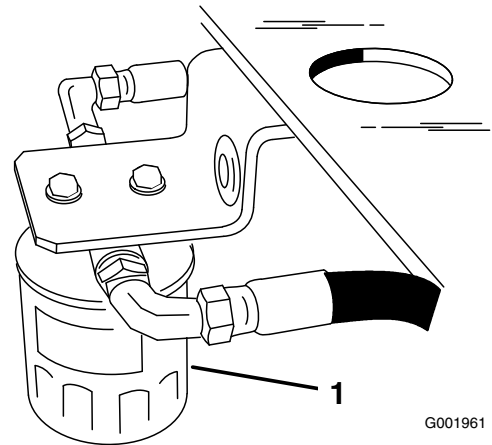

Figura 55
4. Localice el filtro debajo del depósito de combustible, y coloque un recipiente debajo del filtro (Figura 55).